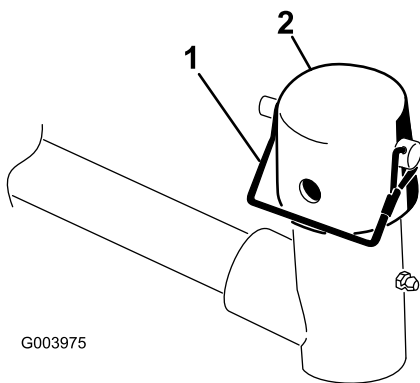

Figure 10
7. Retirez la goupille élastique et le capuchon de la chape de pivot du bras de relevage (Figure 10).
11. Fixez le capuchon et l'arbre du bâti porteur à la chape du bras de relevage avec la goupille élastique. Utilisez la fente si un plateau de coupe directionnel est recherché ou utilisez le trou si le plateau de coupe doit rester fixe (Figure 10).